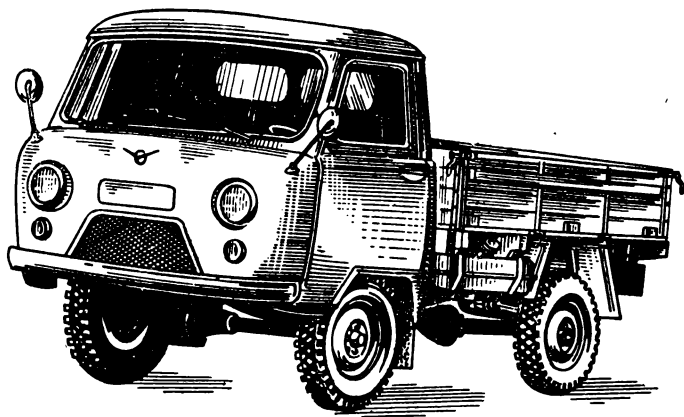

Рис. 4. Грузовой автомобиль УАЗ-452Д (УАЗ-452ДЭ)
**Грузовые автомобили УАЗ-452Д** (рис. 4) и **УАЗ-452ДЭ** предназначены для широкого использования при перевозке народнохозяйственных грузов.